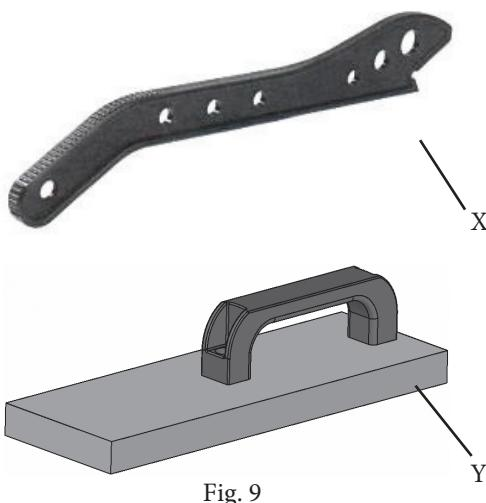

Fig. 9
La macchina è corredata di una bacchetta [X] (fig.9) e di un blocco [Y] spingipezzo, che devono essere utilizzati per guidare il materiale verso il disco di taglio (fig.10), quando la dimensione del pezzo è talmente ridotta da non consentire un avanzamento manuale sicuro, oppure quando è necessario tenere il pezzo premuto contro la guida.
Utilizzare per l'esecuzione del taglio la bacchetta (x) fig. 9 ed il blocco spingipezzo (y) fig.9, nelle modalità indicate in fig.10.
Come indicato nel paragrafo 6 (fig. 8 e fig.10), la regolazione della squadra guida pezzo/goniometro (O) fig. 8, si effettua a macchina spenta. Nel taglio inclinato, la guida viene posizionata inserendo il cursore porta goniometro nel tubolare laterale del tavolo (fig. 10-D), regolando l'angolo di taglio mediante il goniometro con pomelli (Q) e (R) (fig.8 -fig 10-E) e posizionando la guida facendola scorrere sul goniometro, in modo che non possa interferire con la lama o la sua protezione superiore fig. 10-F e fissandola tramite i pomelli (M) e (N). Avviata la macchina e posizionato il pezzo da tagliare, in appoggio sulla guida di taglio, si può iniziare a tagliare il pezzo spingendolo sui due lati della lama : in appoggio sulla guida e mediante attrezzo spingipezzo dall'altra (fig 9-Y) (fig. 10 G). L'avanzamento è effettuato facendo scorrere il cursore della guida sul tubolare di scorrimento posto al lato del tavolo (fig. 10 - H).